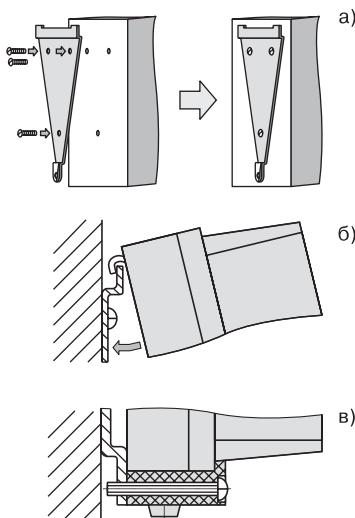

Рис. 12. Установка прибора настенного крепления
1. Закрепите кронштейн тремя винтами M4 на поверхности, предназначенной для установки прибора (см. прил. А и рис. 12, а).
2. Зацепите крепежный уголок на задней стенке прибора за верхнюю кромку кронштейна (рис. 12, б).
3. Прикрепите прибор к кронштейну винтом M4x35 из комплекта поставки (рис. 12, в).